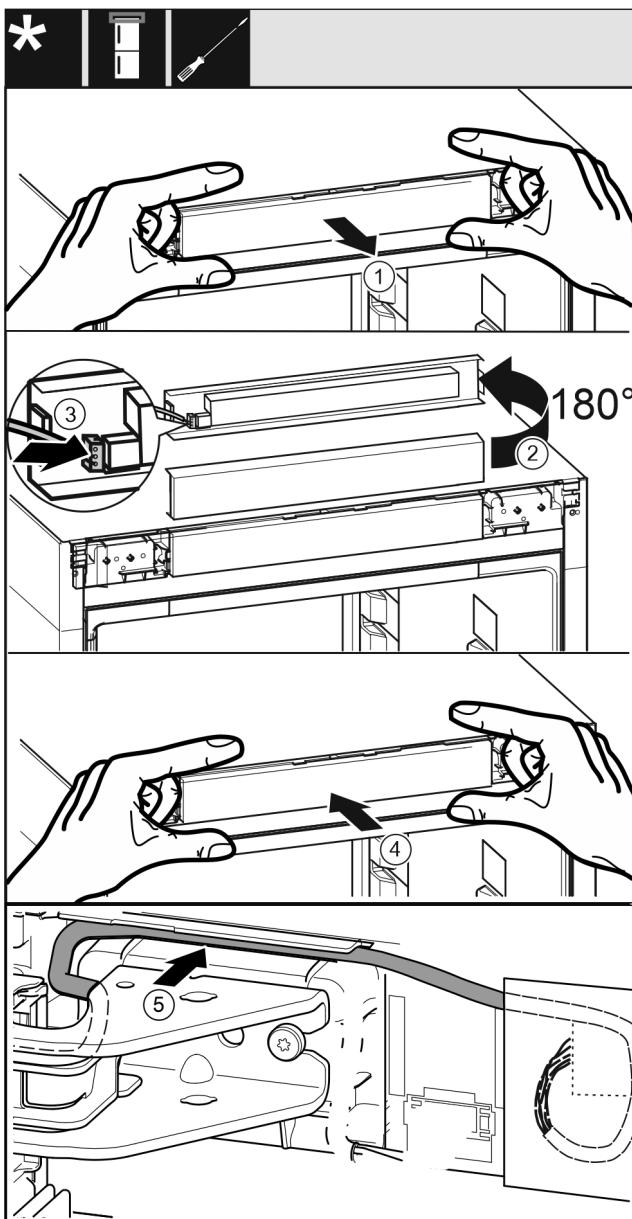

Fig. 43
- Обережно витягніть невелику панель керування. Fig. 43 (1)
- Поверніть панель на 180° вгору. Fig. 43 (2)
- Зафіксуйте штекер на невеликій панелі керування. Fig. 43 (3)
- Знову зафіксувати невелику панель керування на пристрої. Fig. 43 (4)
- Обережно розташуйте сірий кабель в направляючій над верхнім опорним кронштейном. Fig. 43 (5)